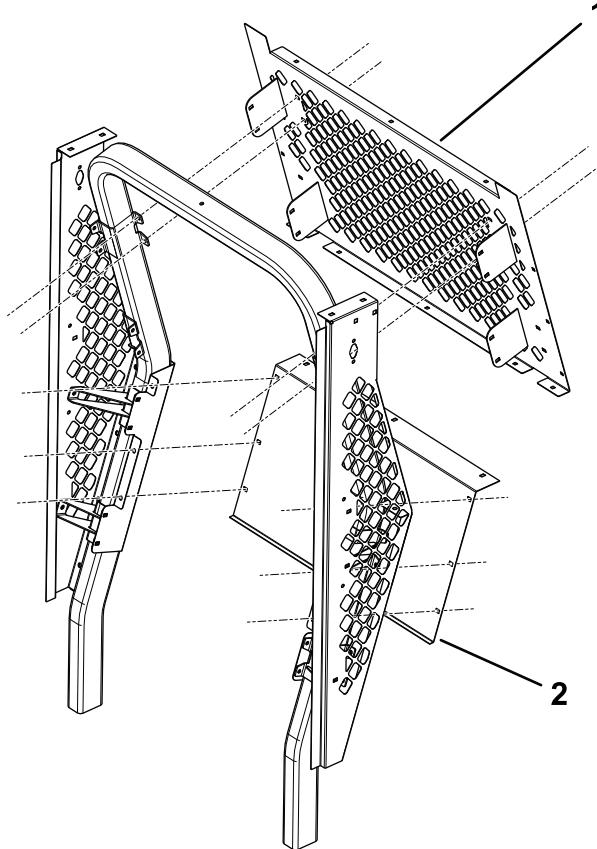

Figura 2
3. Utilice tornillos de cabeza de botón (5/16" x 3/4") y tuercas con arandela prensada (5/16") para instalar el panel trasero inferior (Figura 2).
4. Utilice tornillos de cabeza de botón (5/16" x 3/4") y tuercas con arandela prensada (5/16") para instalar la rejilla trasera superior (Figura 2).